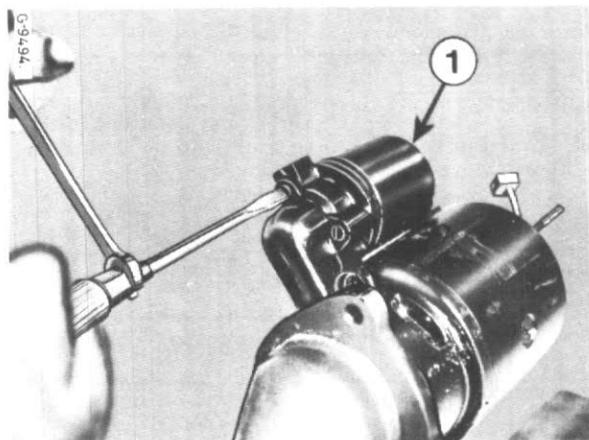

Figure 35
Enlevez le corps de solénoïde (1), fig. 35 et 36.